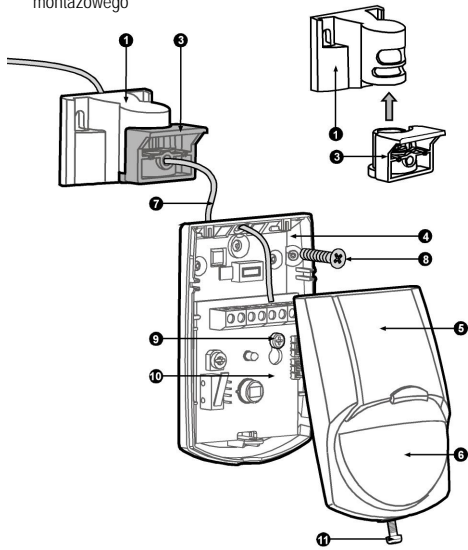

Fig 3 Detector Installation I Instalación del detector
1. To remove the front cover (Fig. 3), unscrew the holding screw (Fig. 3 - 11) and gently raise the front cover.
2. To remove the PC board, carefully unscrew the holding screw (Fig. 3 - 9) located on the PC board (Fig.3 - 10).
1. Per togliere il coperchio (Fig. 3), svitare la vite di bloccaggio (Fig. 3 - 11) e sollevare il coperchio con delicatezza.
2. Per rimuovere il circuito stampato, svitare con delicatezza la vite di bloccaggio (Fig. 3 - 9) che si trova sulla scheda (Fig. 3 - 10)